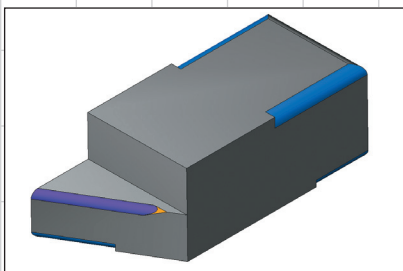

Рис. 4. Управление скруглением ребра детали
- операция *Скругление* может быть остановлена в заданной точке ребра (рис. 4) или обрезана указанной гранью при неоднозначном способе выполнения операции (рис. 5);